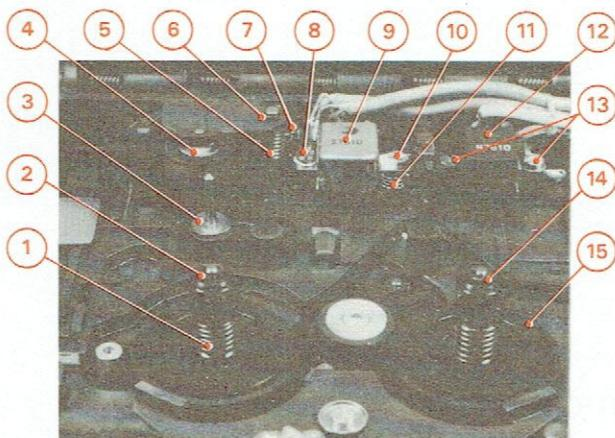

Fig. 6
H — DÉPOSE DES TÊTES D'ENREGISTREMENT-LECTURE ET D'EFFACEMENT (Fig. 6)
I — DÉPOSE DU GALET PRESSEUR (Fig. 6)
J — DÉPOSE DES PORTE-BOBINES (Fig. 6)
- 2° Enlever la rondelle plastique (3) (fig. 6)
- 3° Dévisser et enlever les vis (1) puis retirer le support de volant (2)
- 4° Tirer et déposer le volant (3)